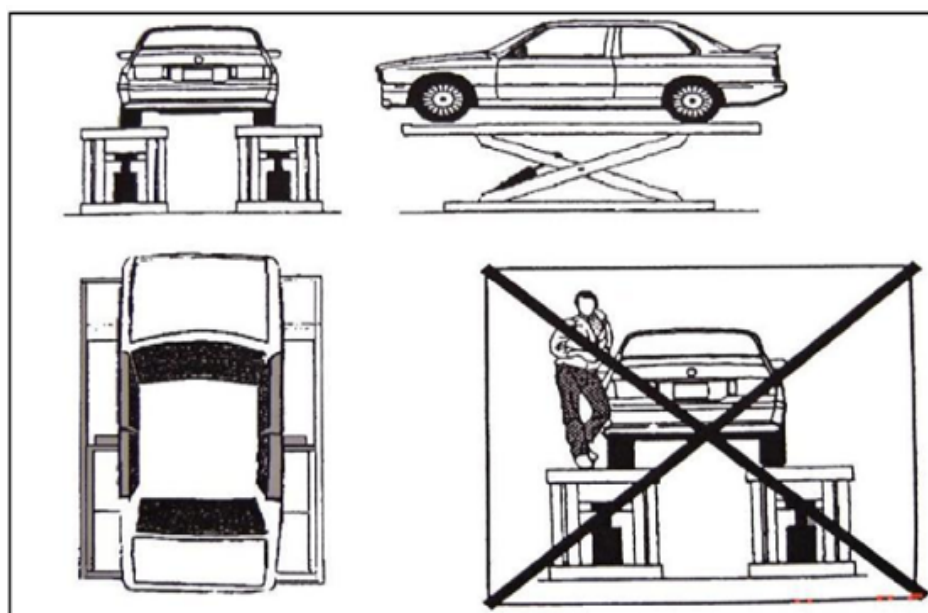

Figura 7
- Certifique-se de que não haja pessoas nas plataformas durante movimentos para cima e para baixo e em pé (Figura 7).